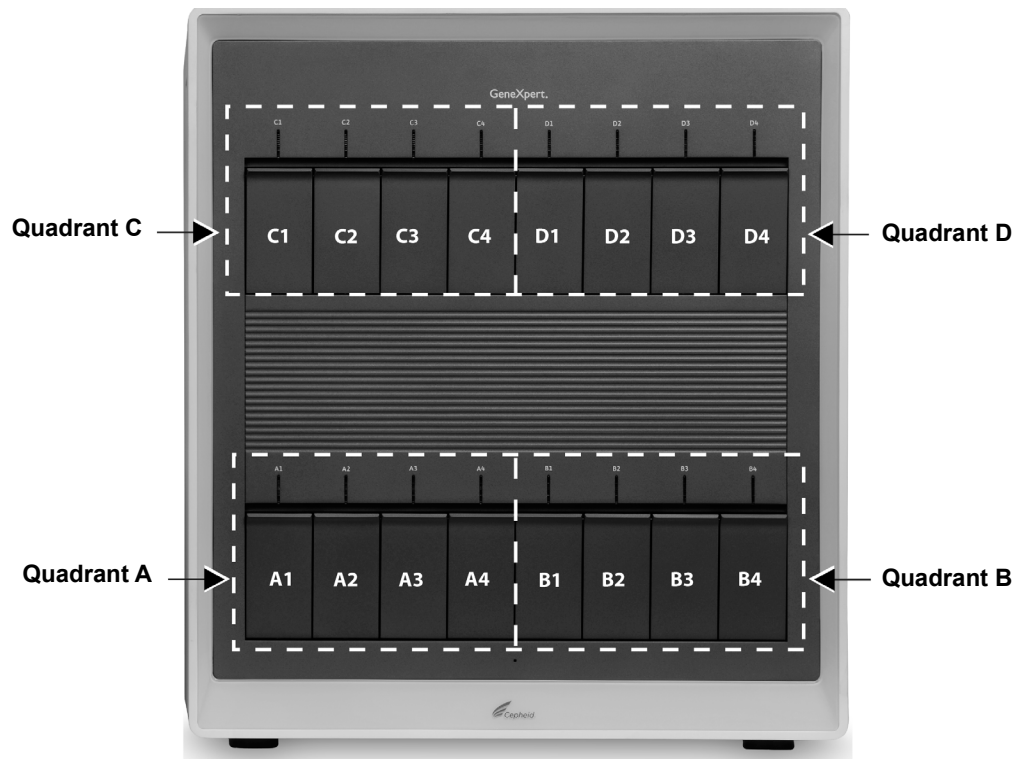
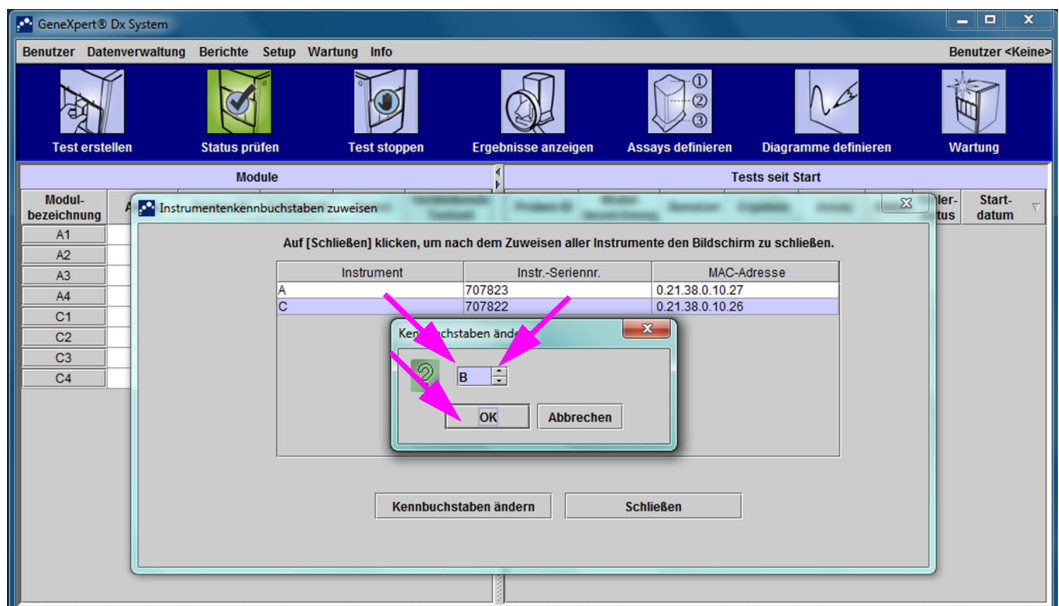

Abbildung 2-62. Quadranten mit Kennbuchstaben (Abbildung zeigt GX-XVI)
Abbildung 2-68. GeneXpert Dx System-Fenster mit überlagertem Dialogfeld „Kennbuchstaben ändern“
Die GeneXpert Dx-Software weist automatisch jedem Quadranten des GeneXpert GX-XVI-Instruments, das an den Computer angeschlossen ist, einen Buchstaben (A, B, C oder D) für dessen Identifizierung zu. Abbildung 2-62 zeigt, wie die einzelnen Quadranten des GX-XVI vom System gesehen werden.
Das Dialogfeld „Kennbuchstaben ändern“ wird angezeigt, das in Abbildung 2-68 dargestellt ist. Ändern Sie den Buchstaben, der dem Modul (bzw. den Modulen) zugewiesen werden soll, mit dem Auf- und Abwärtspeil des Dialogfelds „Kennbuchstaben ändern“. Wählen Sie den zu dem Quadranten mit den vier blinkenden Modulen zugehörigen Kennbuchstaben aus. Wenn zum Beispiel die Modulgruppe unten rechts (Quadrant B in Abbildung 2-62) blinkt, wählen Sie **B** als neuen Buchstaben.
5. Klicken Sie nach der Änderung des Kennbuchstabens auf **OK**. Siehe Abbildung 2-68.